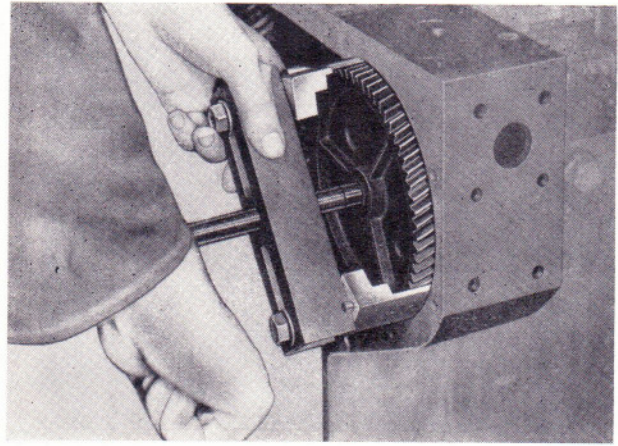

Bild 54
- Einspritzpumpenantriebsrad mit Abzieher 27 95233 008 abziehen (Bild 54).